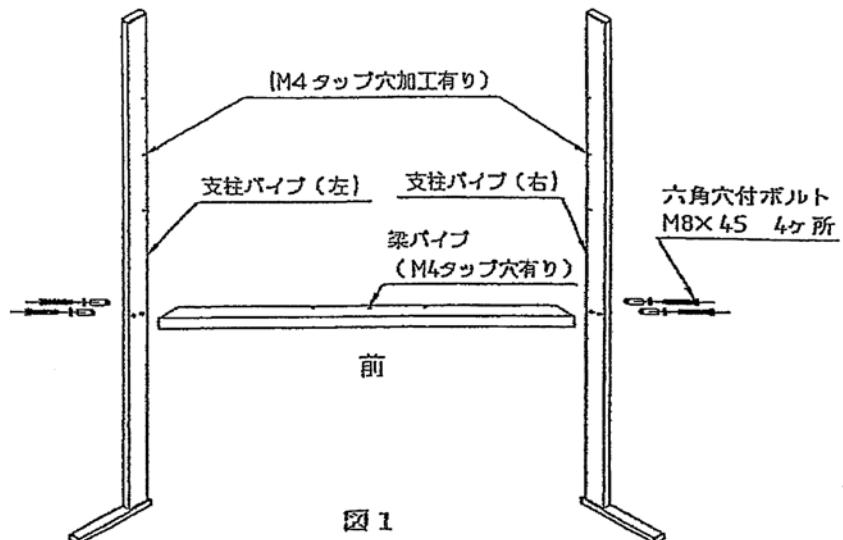

図1
- 支柱に梁パイプを図1の向きにボルトで仮締めします。
1. 粉受を図1のように、ボードの下部に当ててください。